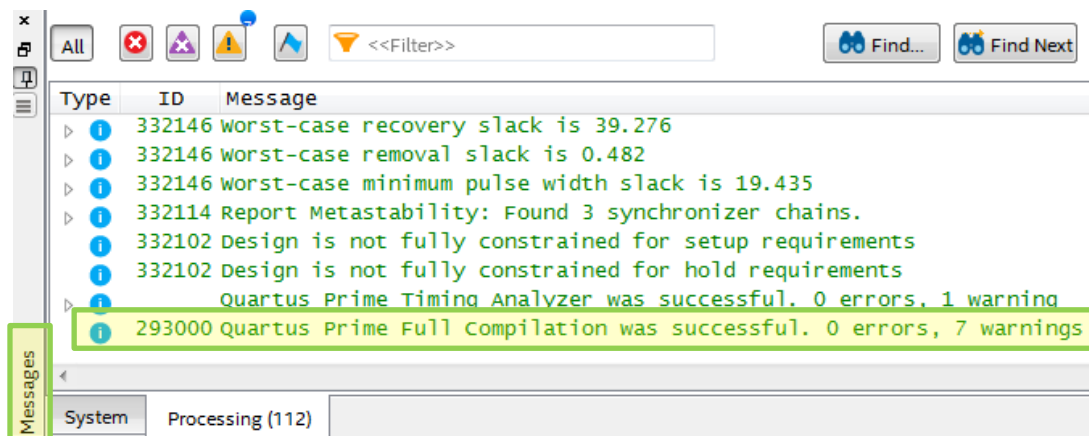

Рис. 38 Окно **Message** с сообщением о выполнении успешной полной компиляции
7.2. В случае успешной компиляции в окне **Message** появится информация об ее успешном окончании (рис. 38). В противном случае появятся сообщения об ошибках и предупреждения, которые необходимо устранить.